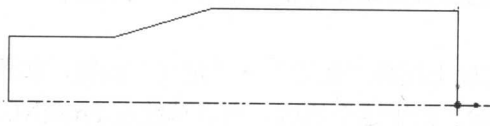

图 1-8 特征的草绘截面
(8) 使用“线”按钮  绘制如图 1-8 所示的截面图。从如图 1-8 所示的右下角起点开始, 使用“线”工具按钮草绘图示的图元。鼠标左键用于选择直线终点, 鼠标中键用于取消直线命令。在图 1-8 里, 定义草绘大小的尺寸标注方案已经故意隐藏了。绘制草绘时, 不用担心绘制出来的尺寸, 重要的是绘制出来的几何形状是否符合设计意图。在基准平面 RIGHT 和 TOP 的交线上开始绘制图形, 并以逆时针方向绘制。鼠标左键用来选择实体位置, 中键用来撤消命令。用基准平面 TOP 对齐特征的底边, 用基准平面 RIGHT 对齐垂直的草绘右侧边。